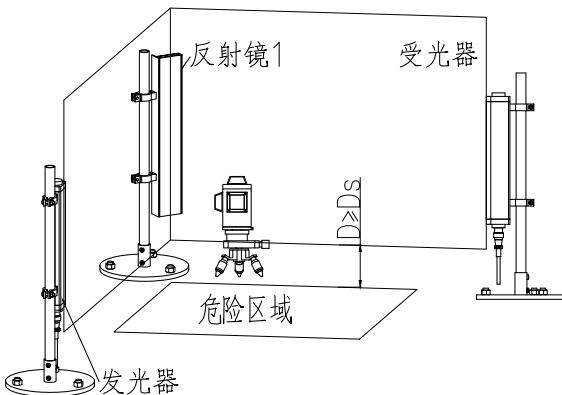

图3-15
**SNQ两面防护：**将激光水平仪放置在发光器和反射镜之间（尽量靠近反射镜），安装时要始终保证光线与危险区域之间的距离大于Ds。将安全光幕及反射镜放在需要固定的指定位置。使发光器正对水平仪竖线，并使光线处于发光器的中间位置；调整反射镜，使光线处于镜子的中间位置，同时旋转反射镜使反射的光线照在受光器的中间位置。（如图3-15所示）